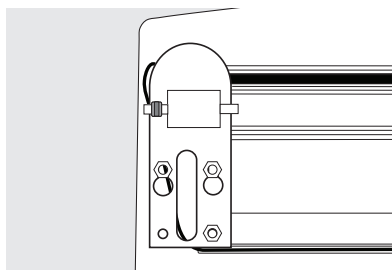

Figura 7
18. Retire la bisagra inferior izquierda usando una llave de 5/16" (8 mm) e instálela del lado derecho. Figura 7.